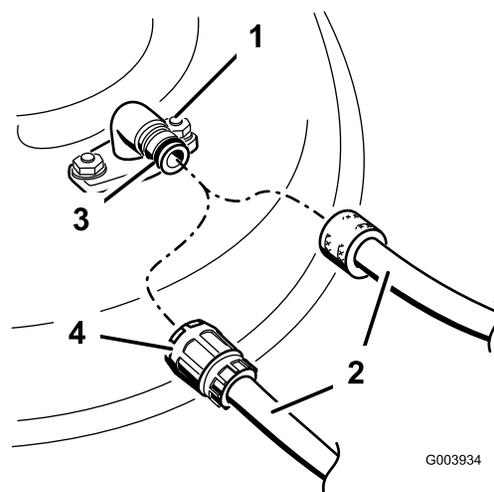

Figure 49
3. Vissez le raccord de lavage à l'embout de lavage du carter de tondeuse et ouvrez l'eau en grand (Figure 49).